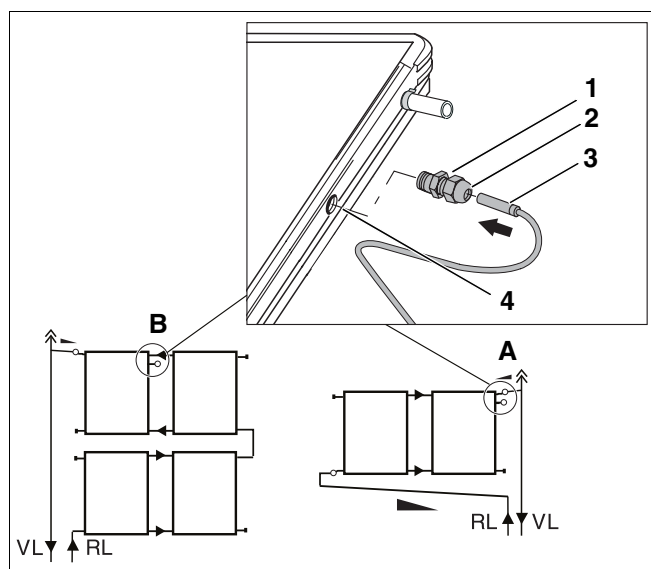

Fig. 47 Conectar la sonda del colector
- Lugar de instalación (fig. 47, **pos. A**) en el caso de una fila de colectores.
- Lugar de instalación (fig. 47, **pos. B**) en el caso de dos filas de colectores en serie.
- ▶ Introduzca la sonda del colector (fig. 47, **pos. 3**) a través del prensaestopas (fig. 47, **pos. 1 y 2**) y deslice la sonda del colector aprox. 170 mm hasta el tope de la vaina de inmersión (fig. 47, **pos. 5**).
- ▶ Enrosque la parte inferior del prensaestopas (fig. 47, **pos. 1**) en la rosca de la vaina de inmersión (fig. 47, **pos. 4**).
- ▶ Apriete firmemente la atornilladura (fig. 47, **pos. 1 y 2**).